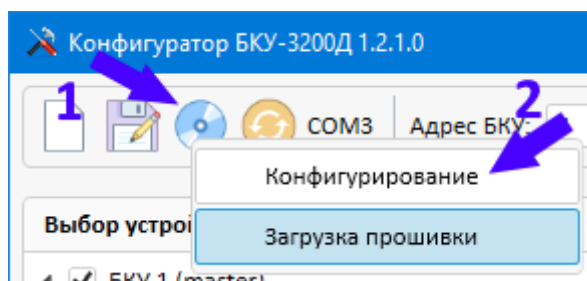

Рисунок 6 – меню загрузки прошивки.
1.7. Открыть окна прошивки БКУ (см. рисунок 6) следует нажать соответствующую иконку (1) на панели меню и выбрать пункт "Загрузка прошивки" (2) в выпадающем меню.